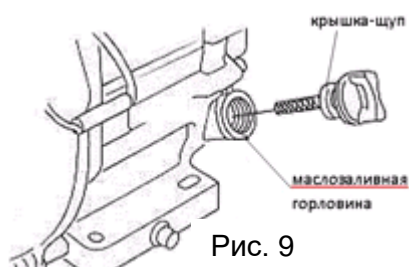

Рис. 9
1. и протрите измерительный щуп. (см рис. 9)